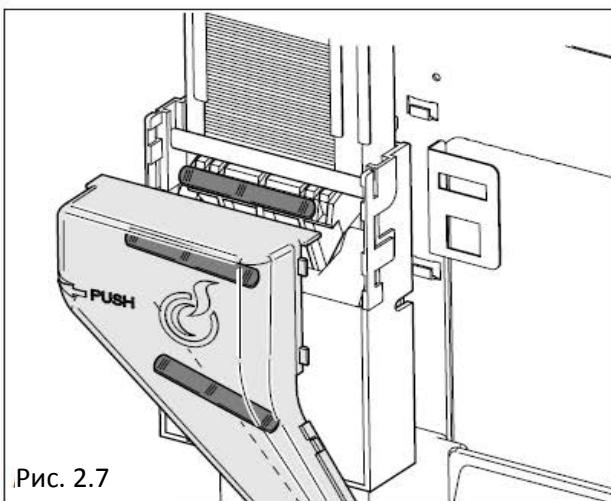

Рис. 2.7
- активируется двигатель, который приводит в движение устройство подачи размешивателей, и размешиватель выпадает в стаканчик. (Рис.2.7).